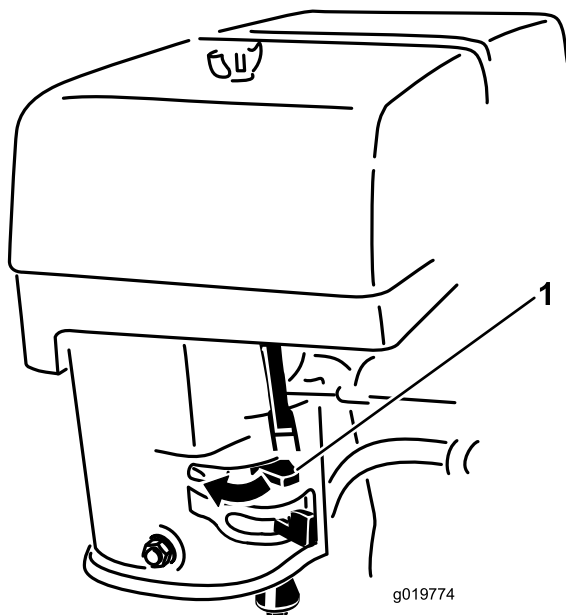

Figura 14
3. Mueva la palanca del estárter a la izquierda si el motor está frío (Figura 14).